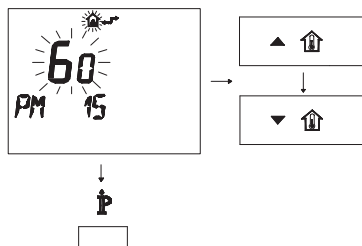

Figura 5.27
- Modifique el punto de consigna programado mediante los botones ▲ **UP** o ▼ **DOWN** hasta que aparezca un **valor de 60**. Espere a que el número programado comience a parpadear (Figura 5.27).